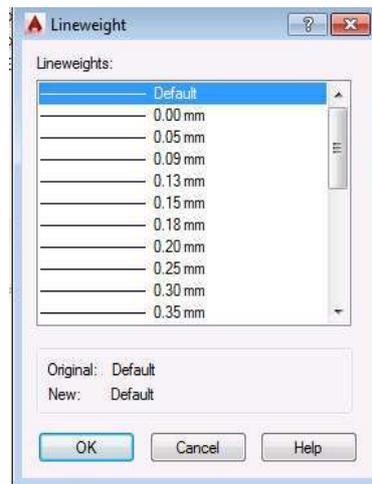

Рис.2.6
**LINEWEIGHT** – використовується для зміни товщини лінії. Для встановлення нового значення товщини лінії слід натиснути ліву клавішу миші, встановивши курсор на її назві. Відкривається діалогове вікно **Lineweight** (рис.2.6) де вибирається нове значення.